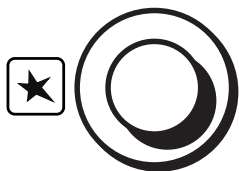

Fig. 3.2
2. Premere il pulsante di accensione (fig. 3.2). La scintilla prodotta dall'elettrodo posizionato vicino al bruciatore accenderà il bruciatore scelto. **Non continuare mai questa operazione per più di 15 secondi. Se il bruciatore non si è acceso, attendere circa 1 minuto prima di ripetere l'accensione.**